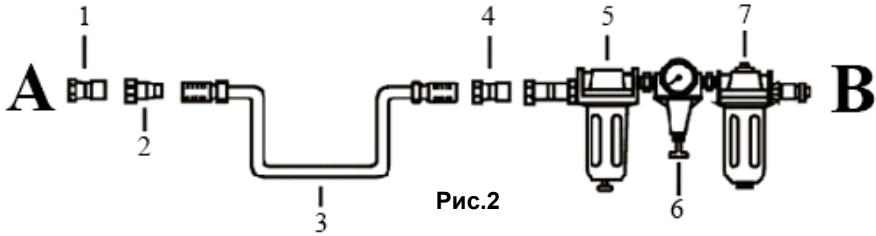

Рис.2
1. Установите фильтры, шланг и другие приспособления, в качестве примера см. Рис.2.